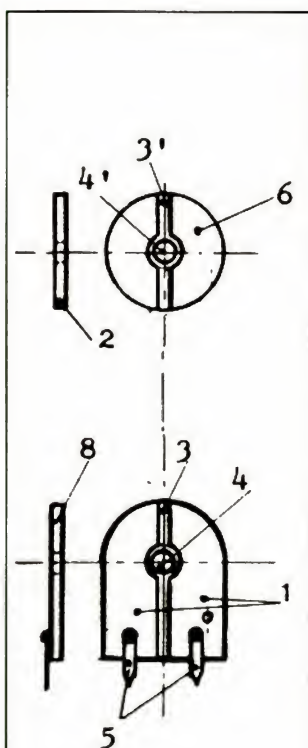

Figure 1
En définitive, la réalisation comporte plusieurs condensateurs sous-jacents qui donnent chacun une quantité variable dont la valeur finale est celle que nous exploitons. La figure 1 représente les différentes parties du système. Les surfaces (1) sont cuivrées et le raccordement s'effectue par les pattes (5). La fente (3) isole électriquement les parties cuivrées. Le perçage (4) est au diamètre de l'axe qui serre l'ensemble. Celui-ci comporte également le diélectrique (2) et la rondelle (6). Cette dernière comporte aussi deux secteurs cuivrés et est mobile en rotation. Vous avez maintenant presque tout compris. L'assemblage du tout peut se faire à l'aide d'une vis isolante, ce qui donne au condensateur une résiduelle